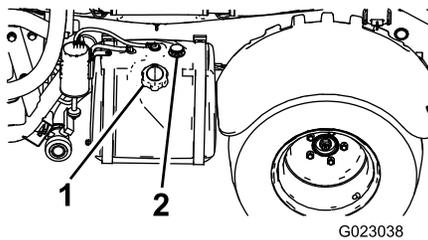

図 12
2. 燃料タンクのキャップ(図 12)の周囲をきれいに拭く。